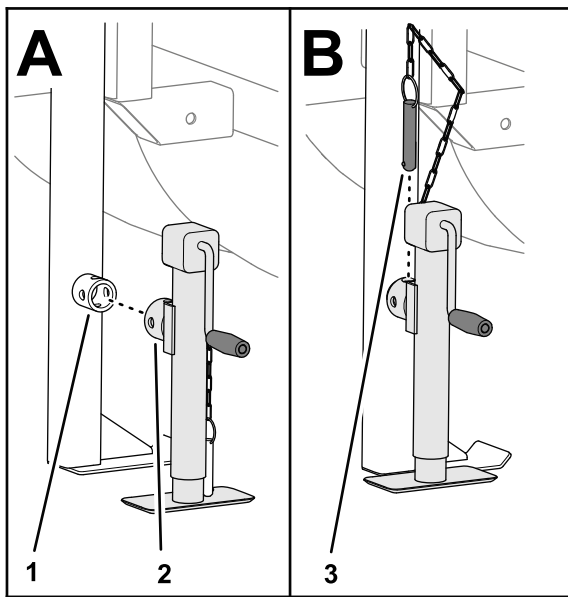

Figura 24
2. Montate il cavalletto in senso verticale sulla gamba posteriore del cavalletto e fissate il cavalletto con il perno (Figura 24).